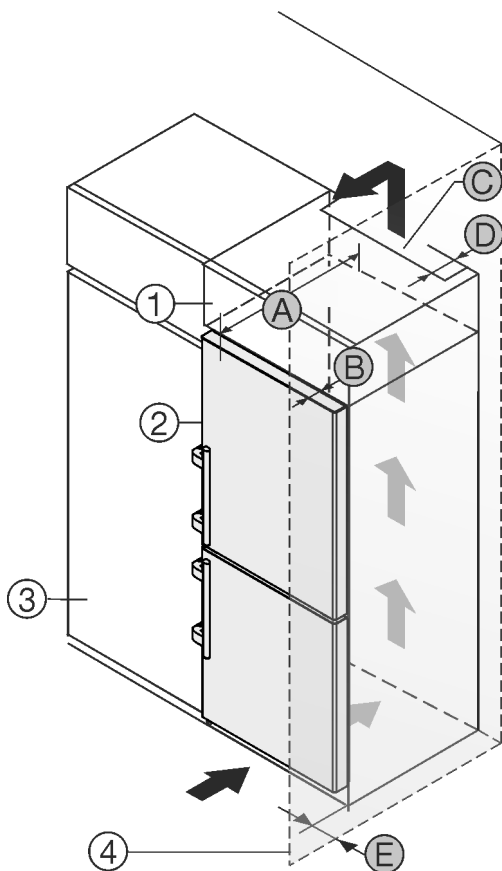

Fig. 2
Můžete přístroj nainstalovat přímo vedle kuchyňské skříňky *Fig. 2 (3)*.\*
Na zadní straně nastavné skříňky musí být větrací šachta hluboká *Fig. 2 (D)* přes celou šířku nastavné skříňky.\*
Pod stropem místnosti musí být dodržen ventilační průřez *Fig. 2 (C)*.\*
Když přístroj instalujete závěsy vedle stěny *Fig. 2 (4)*, musí být vzdálenost mezi přístrojem a stěnou minimálně 57 mm. To odpovídá přesahu madla při otevřených dveřích.\*
Aby bylo možné dvířka plně otevřít, musí přístroj přesahovat o hloubku dvířek *Fig. 2 (B)* vůči přední linii kuchyňské skříňky. V závislosti na hloubce kuchyňských skříněk *Fig. 2 (3)* a použití vymezovačů odstupu od stěny může přístroj vyčnívat dále.\*